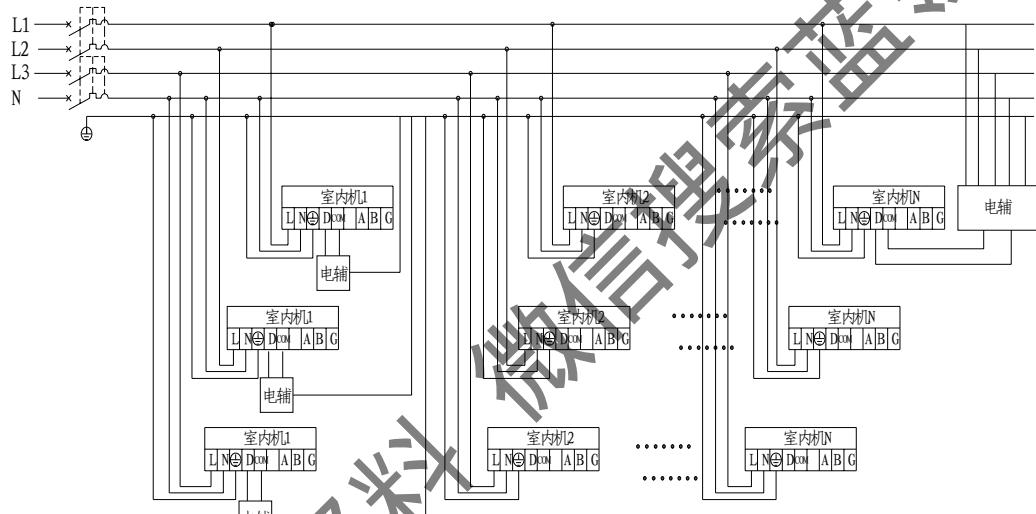

图 74：内机电源线安装示意图
- B. 根据室内机的台数, 如果室内机的台数太多, 或带辅助电加热时, 如果都接到一相时, 该相负荷太大, 会造成整个电源系统三相不平衡, 导致系统无法正常运行, 此时应采用三相供电, 每一相所接的室内机的负荷应大致相等, 如图 74 所示, 如果辅助电加热为三相时, 辅助电加热的